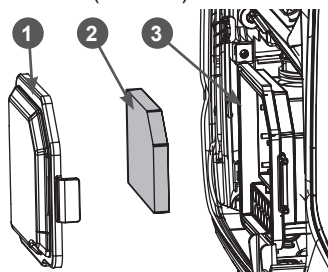

Рис. 14. Обслуживание воздушного фильтра
2. Отстегните защелки крышки воздушного фильтра и снимите крышку 1 воздушного фильтра (Рис. 14).
3. Извлеките из корпуса 3 воздушного фильтра поролоновый фильтрующий элемент 2 (Рис. 14).